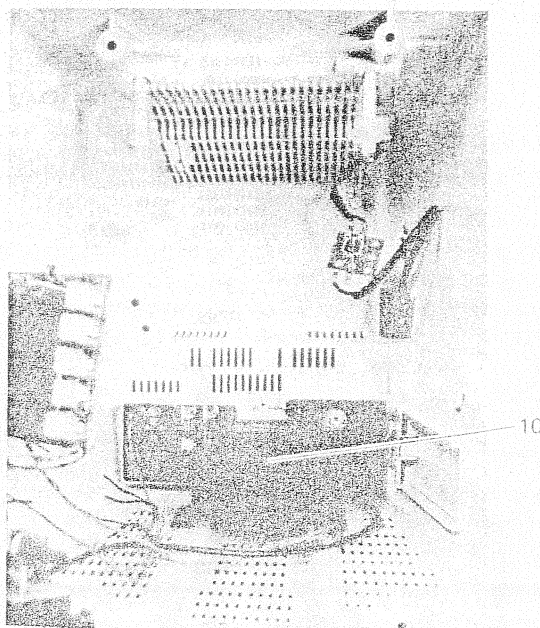

Abb. 9
- (2) Nehmen Sie den Netztrafo (Pos.10) heraus (Abb. 9).